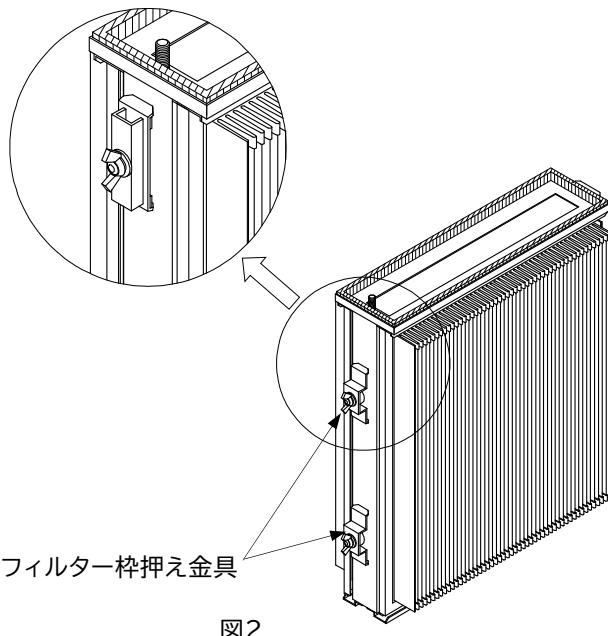

図2
- ③蝶ボルトを緩めフィルター枠押さえ金具を図2のよう向きを変えてください。